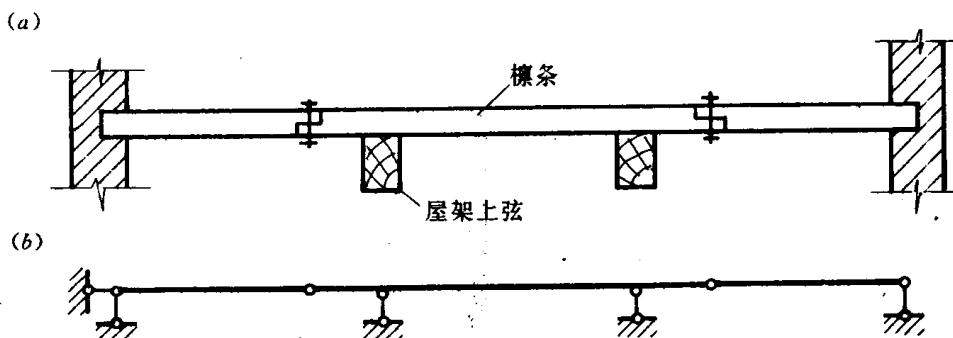

图 1-5
**例 1-5** 图 1-5(a)所示为屋顶结构木檩条的构造,试画出木檩条的计算简图。
图 1-5(a)所示木檩条之间用榫和扒钉相互连接,这种连接可以限制檩条之间的相对移动,但不能限制其相对转动,所以,可以简化为铰结点。木檩条在中间支承于屋架上弦上,屋架上弦刚度相对较大,限制了檩条的竖向移动,可以简化为一竖向支杆;而檩条两端通过坐浆搁置于墙上,墙对檩条支承作用同上题分析。因此,檩条的计算简图可取为图 1-5(b)所示。